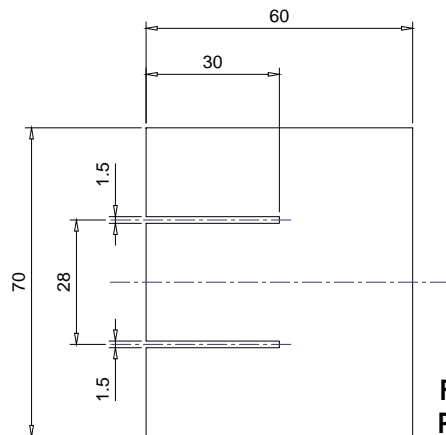
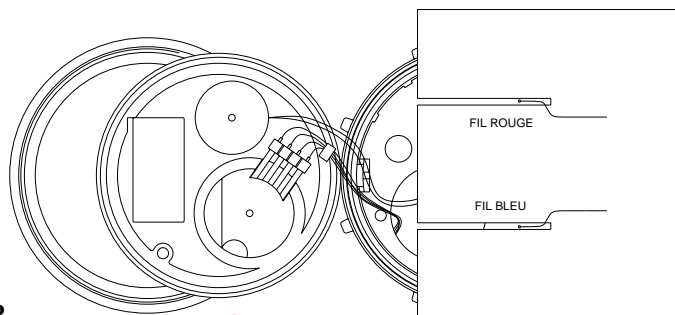
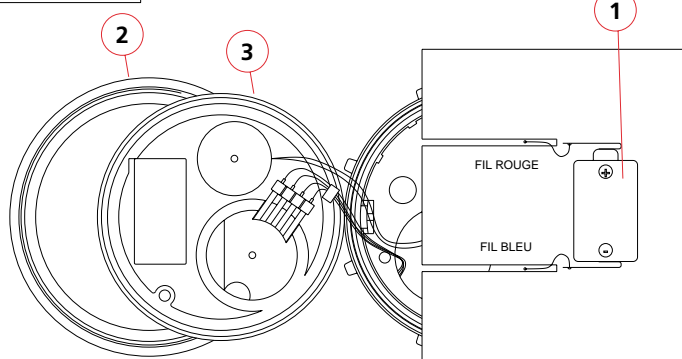

Fig.4
Fig.5
Fig.6
5. Afin de protéger l'appareil confectionner un protecteur en carton suivant les cotes de la figure 4. Faire passer les fils de la pile dans les fentes du protecteur et dessouder la pile usagée (voir figure 5).
6. Étamer les languettes de la nouvelle pile (1) loin de l'appareil afin d'éviter les projections de flux de soudure sur les surfaces d'étanchéité.
7. Replier les languettes de la pile puis la placer devant les fils en positionnant le fil rouge devant la borne plus (+) et le fil bleu devant la borne moins (-) (figure 6). Solder en premier le fil rouge sur la borne plus (+) et le fil bleu sur la borne moins (-). Faire très attention au boîtier avec le fer à souder.